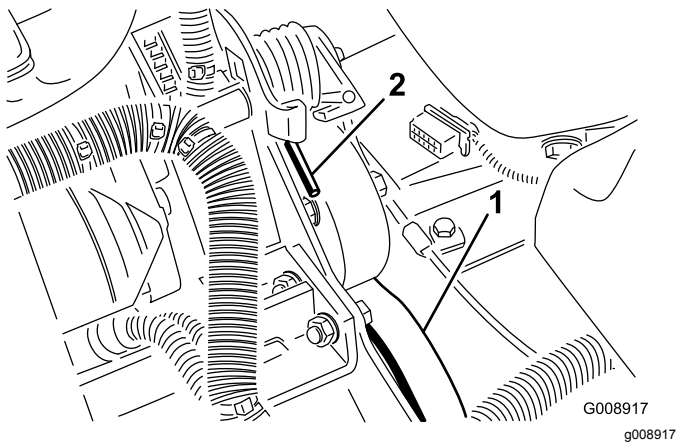

Figure 71
2. Appuyez sur l'extrémité du ressort (Figure 71) et poussez-la vers l'avant pour décrocher le ressort du support et le détendre.